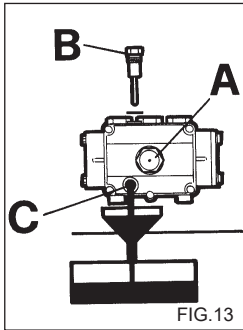

FIG. 13
- 2) Bruk peilepinnen til å skru av dekslet (fig. 13).